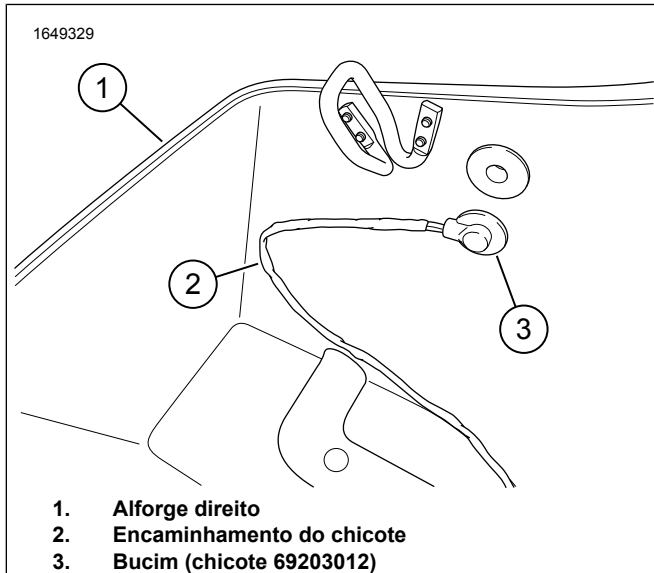

Figura 17. Encaminhamento do Chicote do Alforje do Lado Direito
- a. Ver a Figura 17. Girar o buçim até que seja alcançado o encaminhamento adequado do chicote.
- a. Ver a Figura 17. Girar o bucim até que seja alcançado o encaminhamento adequado do chicote.